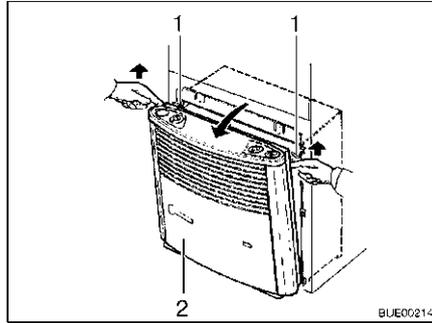

Fig. 136 Extraer el revestimiento de la calefacción
- Retirar el revestimiento de la calefacción (Fig. 136,2). Para ello, tirar hacia adelante la parte superior del revestimiento, presionar los muelles de sujeción (Fig. 136,1) a los lados hacia arriba y abatir el revestimiento hacia adelante.